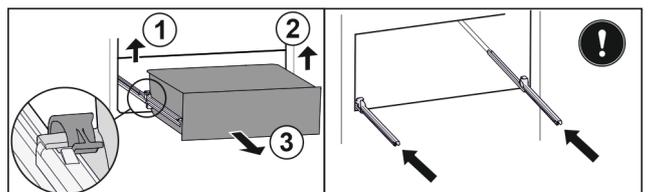

Fig. 89
- Soulever la bride gauche et tirer dans le même temps la partie gauche du tiroir vers l'avant. Fig. 89 (1)
- Soulever la bride droite et tirer dans le même temps la partie droite du tiroir vers l'avant. Fig. 89 (2)
- ▶ Retirer le tiroir par l'avant. Fig. 89 (3)